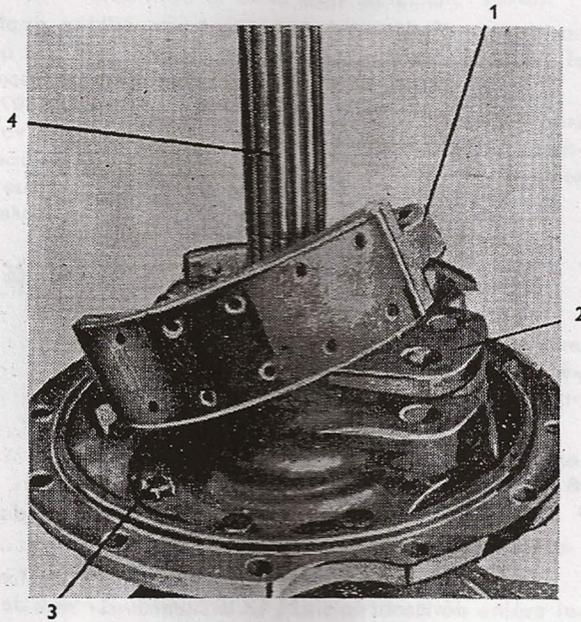

Fig. 98
3. Pour déposer les segments expulser la partie inférieure d'un des segments (fig. 98/1) hors du plateau de frein (fig. 98/2) et de la tige poussoir. Grâce à cette opération de deuxième segment se dégage à son tour également et l'on peut déposer les deux segments.
4. Dévisser les six vis M 10×20 (fig. 98/3) serrant le plateau de frein et retirer celui-ci.